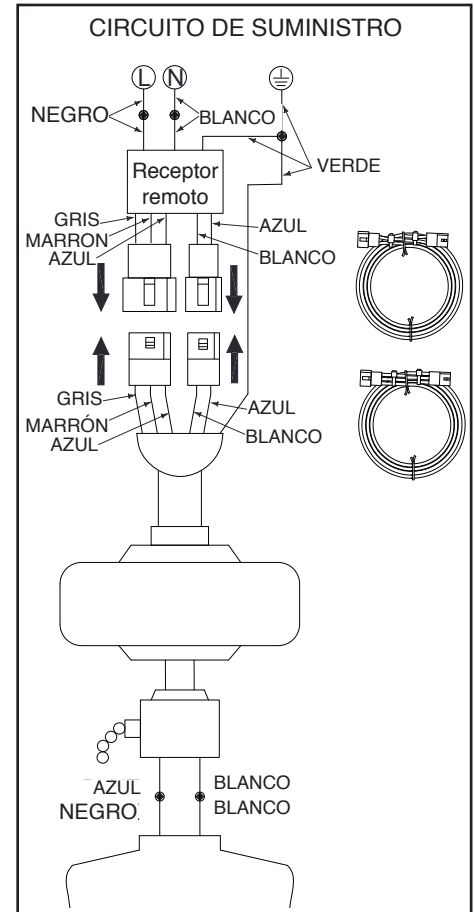

Figura 11
1. Si usas el conjunto del tubo bajante/esfera de 6 plg (15.2 cm) incluido, conecta los cables del receptor a los cables del ventilador uniendo el enchufe del adaptador moldeado del receptor con el adaptador moldeado del conjunto del motor del ventilador. (Figura 11)